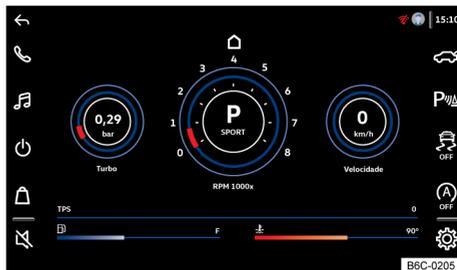

Fig. 19 No display do rádio: monitor de dados do veículo.
- O monitor de dados do veículo abre no display → Fig. 19.